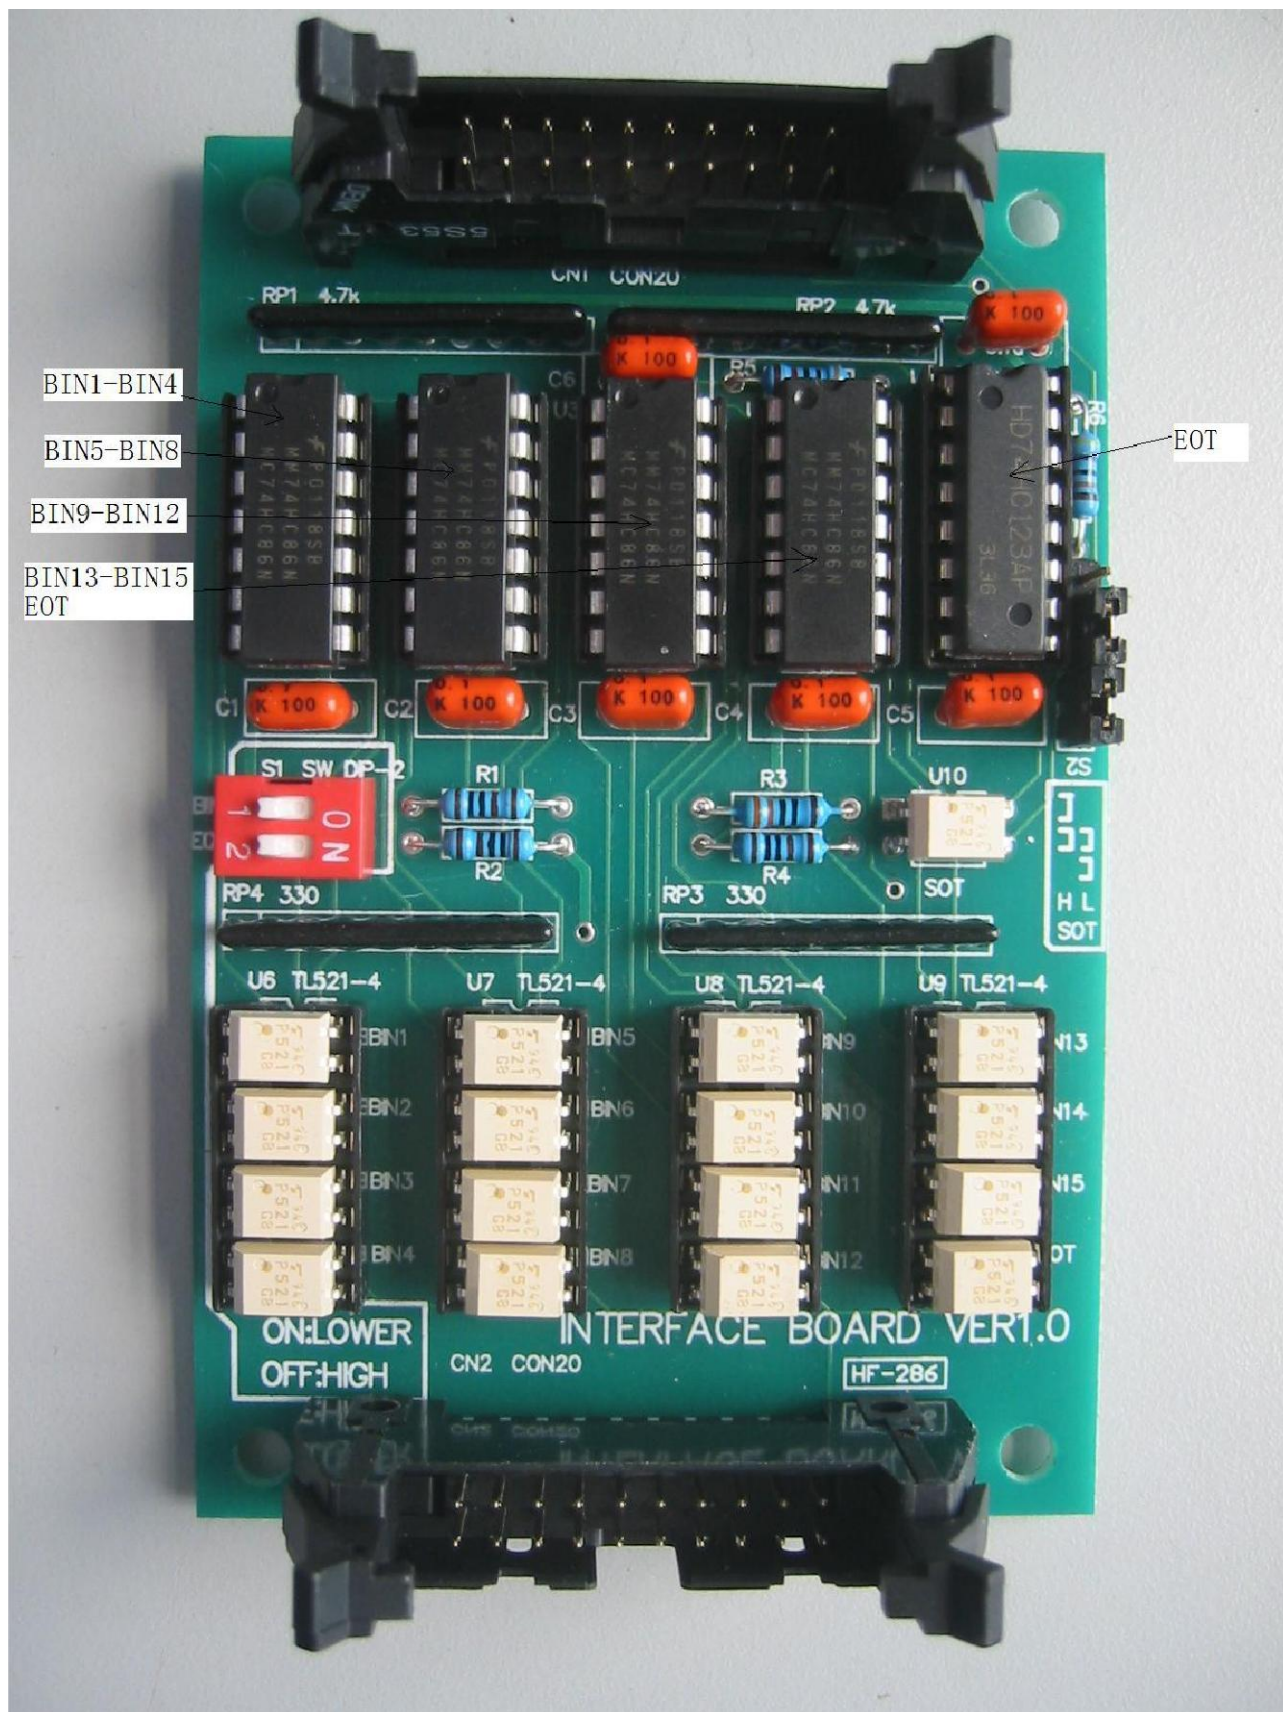

图 11
- (3) BIN 信号有短路或有个信号一直存在，如图 11：